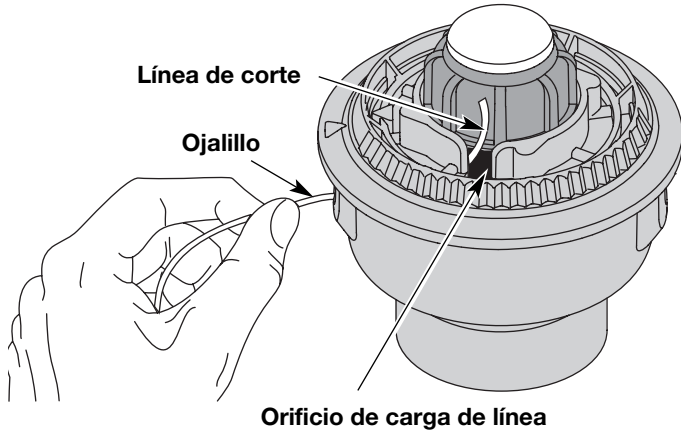

Fig. 16
3. Saque la línea vieja por los orificios de carga y de cierre de línea (Fig. 16 y 17).
4. Inserte una pieza de línea de corte dentro de uno de los ojillos de la bobina exterior. Páselo hacia arriba a través del orificio de carga del carrete interior (Fig. 16). No doble la línea al insertarla en el ojillo.